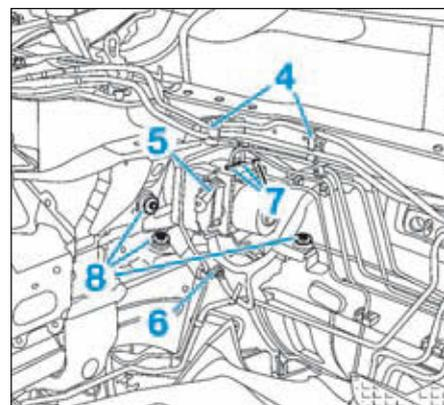

FIG.27
- Dégrafer les tuyaux de carburant (4) (Fig.27).
- Débrancher le connecteur du groupe électrohydraulique (5).
- Dégrafer le tuyau de frein (6).
- Désaccoupler les tuyaux du groupe électrohydraulique (7).